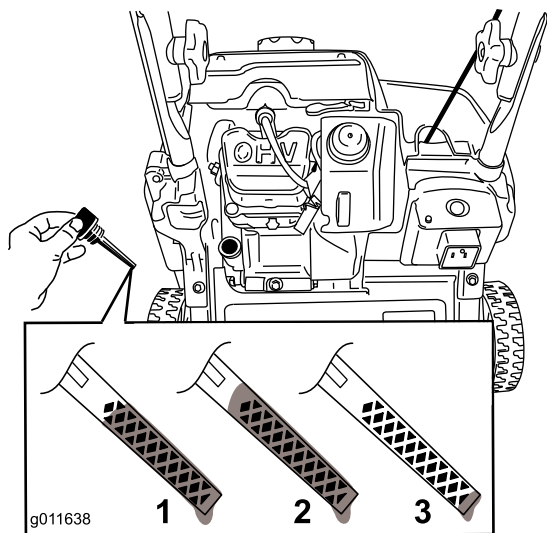

Рисунок 14
3. Очистите поверхность вокруг крышки маслозаливной горловины (Рисунок 14).
8. Для того, чтобы правильно определить уровень масла на масломерном щупе, см. Рисунок 14.